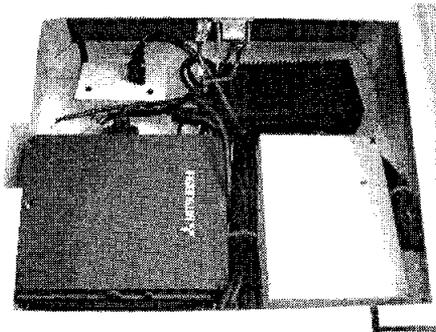

FIG. 31
4. Limpie el interior de la caja donde se encuentra el equipo con una franela seca, hasta que quede sin polvo, basura y telarañas ver fig. 31.